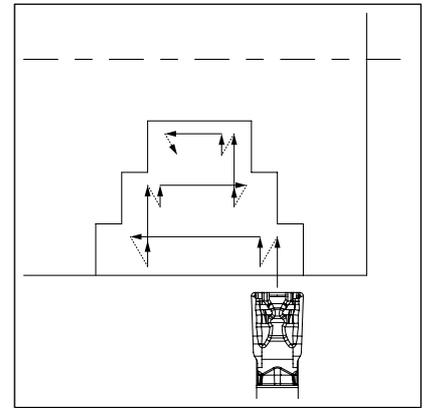

Fig. 3
1. Lorsque vous élargissez la largeur de la gorge (voir la figure 3), utilisez le « Tournage par étapes ».